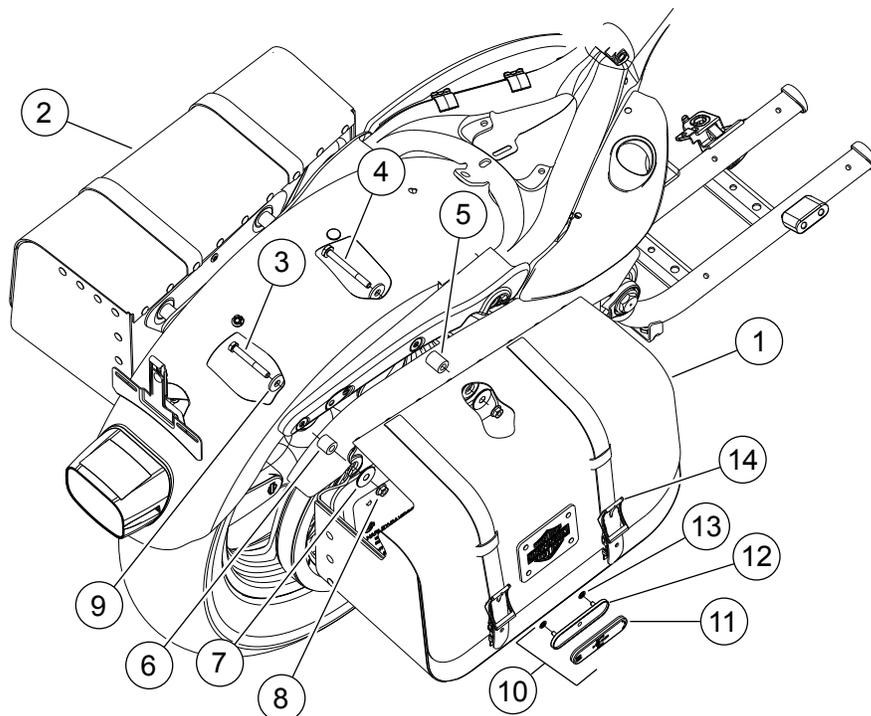

Figura 2. Peças de reposição: Kit de alforjes Express Rider
Veja Figura 2 e Tabela 1.
6. Veja a Figura 2. No lado de baixo do pára-lama, instale o parafuso (3) e a arruela (9) do kit através do furo traseiro do pára-lama, o parafuso (4) e a arruela (9) através do furo dianteiro do pára-lama no suporte e na tampa do pára-lama, onde os dois botões de cabeça redonda foram removidos anteriormente no passo 4.
7. Instale o espaçador curto (6) no parafuso traseiro e o espaçador comprido (5) no parafuso dianteiro.
9. Coloque as arruelas superiores tipo chapéu (7) e as porcas de travamento flangeadas (8) nos parafusos na parte interna do alforje. Certifique-se de que o diâmetro menor da arruela superior tipo chapéu esteja inserido no tubo plástico do alforje. Aperte ambas as porcas de travamento flangeadas com torque de 33–37 N·m (24–27 ft-lbs).
2. Veja Figura 2. Posicione o suporte do refletor (12) no alforje.
5. Usando água e sabão, limpe a superfície de montagem do refletor do suporte do refletor (12).
7. Remova a parte traseira do adesivo do refletor (11) e instale-o no suporte (12).
9. Instale o suporte do refletor (12) no alforje usando duas porcas de pressão (13).